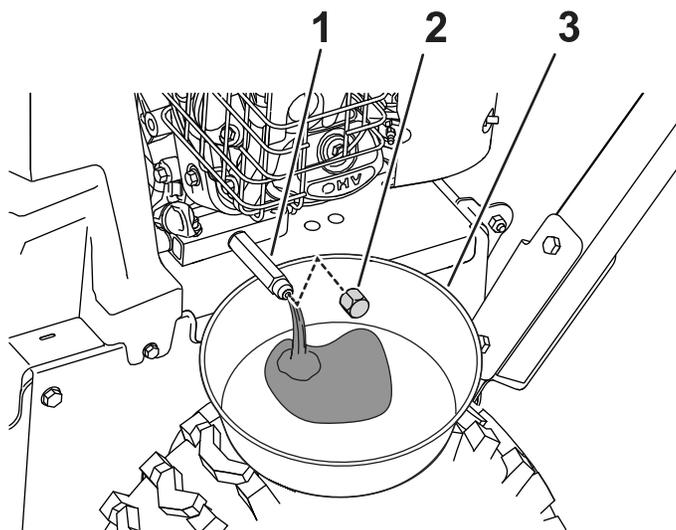

Figure 29
1. Placez un bac sous le raccord de vidange et retirez le bouchon de vidange d'huile (Figure 29).